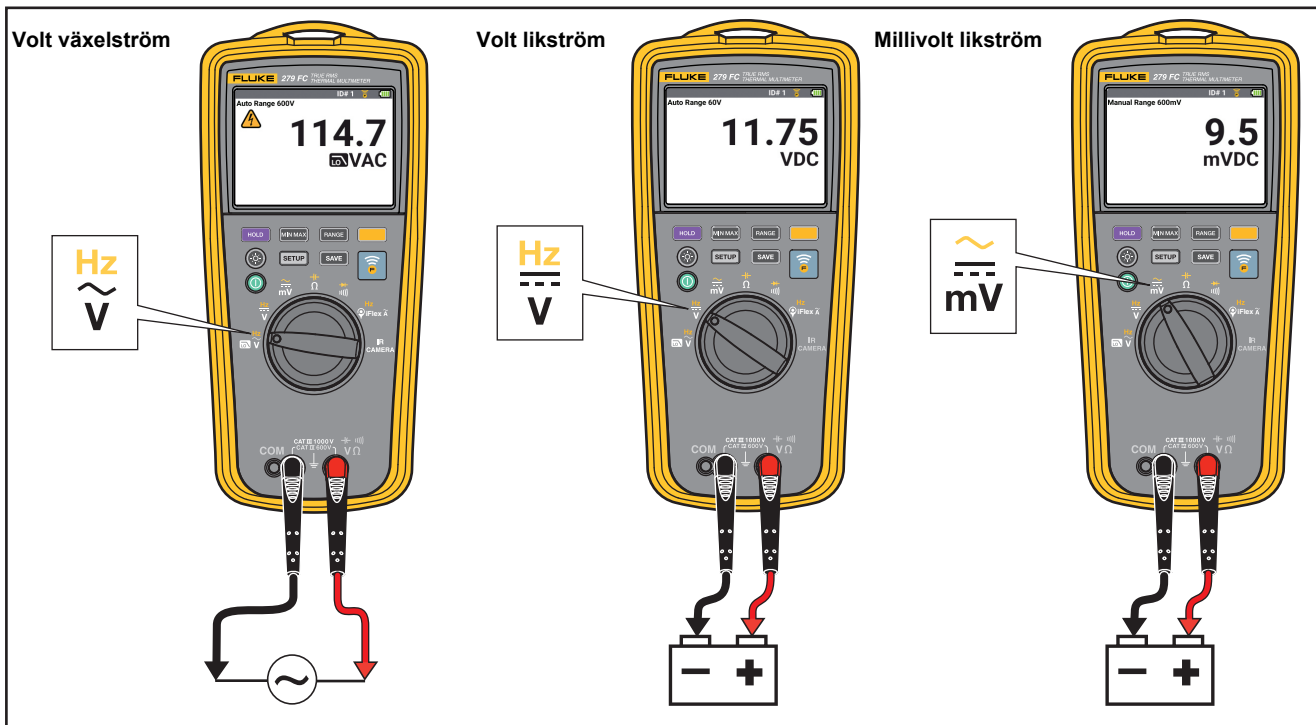

Bild 4. Mätningar av växel- och likspänning
- Mätningar av växel- och likspänning Se bild 4.
1. Vrid vredet till \approx . Se bild 4.